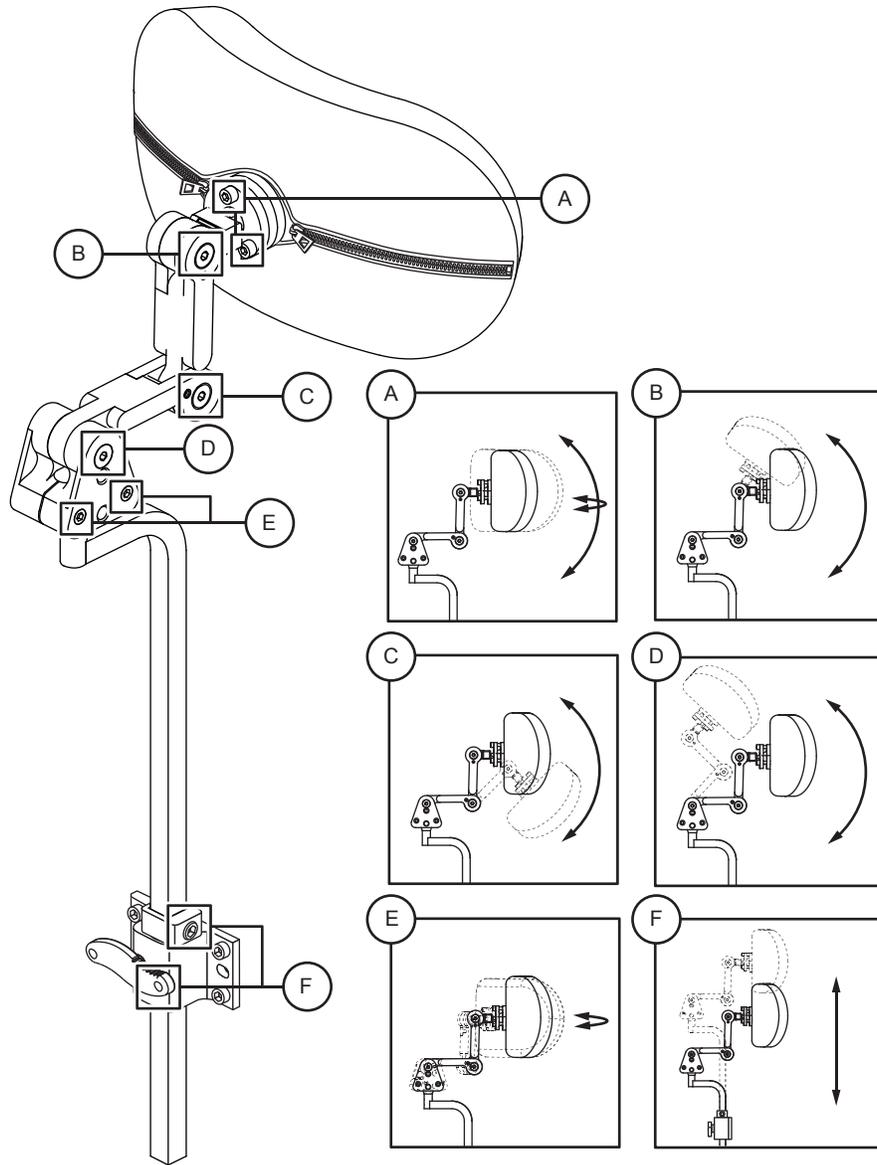

Abbildung 15. Komponenten zur Anpassung der Kopfstütze
1. Lockern Sie die Einstellschrauben, die mit den gewünschten Anpassungen korrespondieren. **Siehe Abbildung 15.**